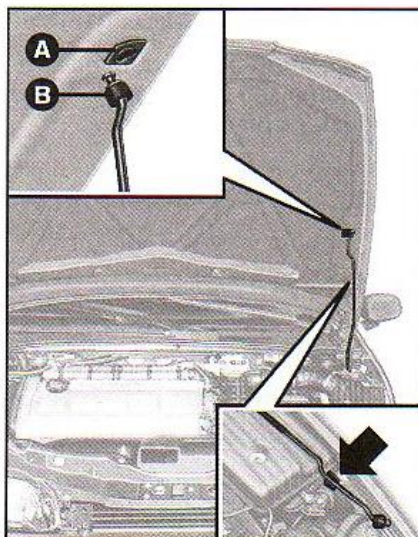

fig. 121
3) Levantar o capô pela parte central e, ao mesmo tempo, liberar a haste de sustentação **B-fig. 121** do dispositivo de travamento.
1) Manter o capô levantado, retirar a haste **B-fig. 121** da sede **A** e recolocá-la em sua sede no dispositivo de travamento.